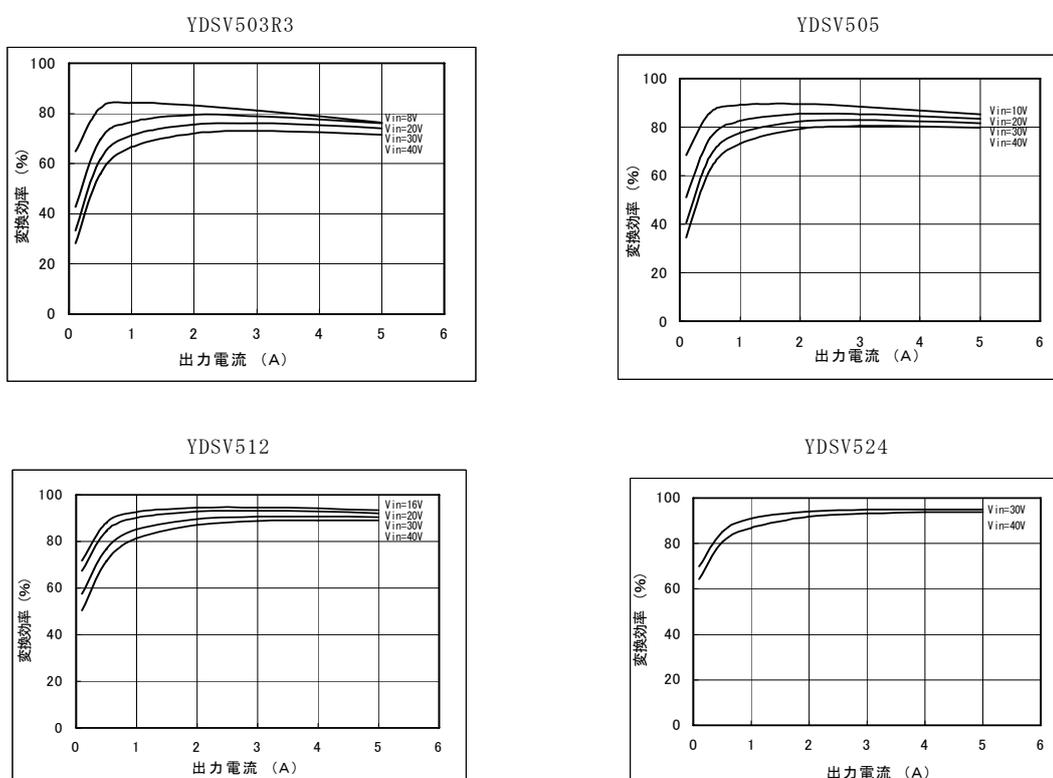

図8. 効率曲線 (Ta=25°C 代表例)
③. 効率曲線を使った求め方
- c). 図8の「効率曲線」から、b)の時の効率  $\eta$  (%)を求めます。
- c). 効率 : 約85% (図8より)